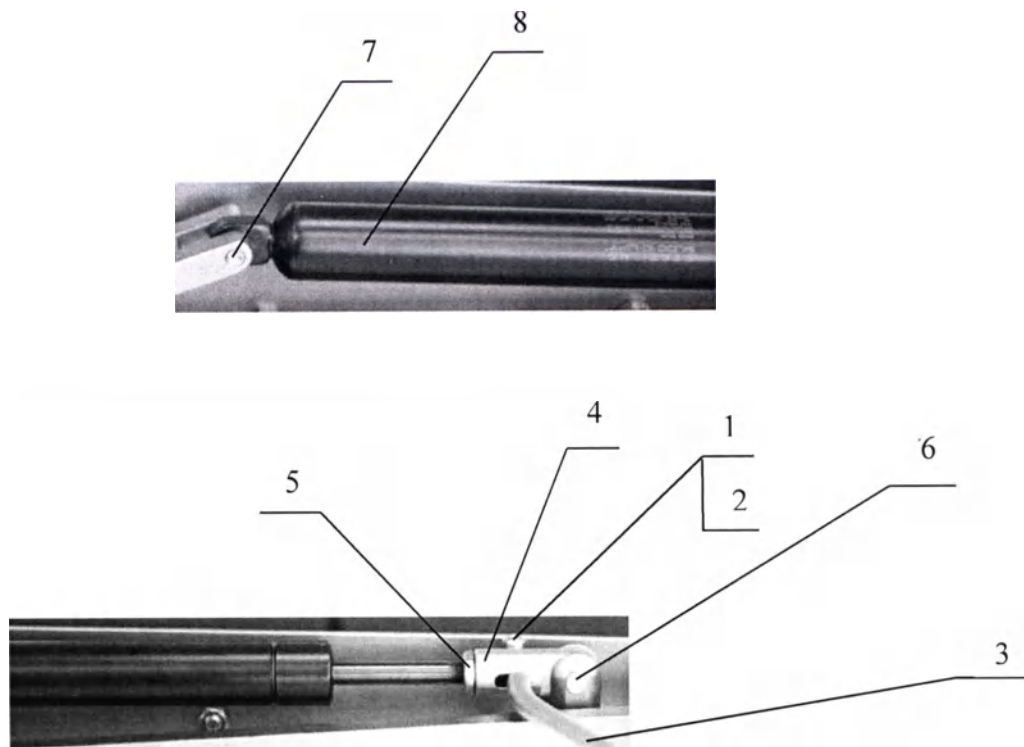

Рисунок 26
11.3.3.1 Отверните винты 1 (Рисунок 26) и втулки 2.